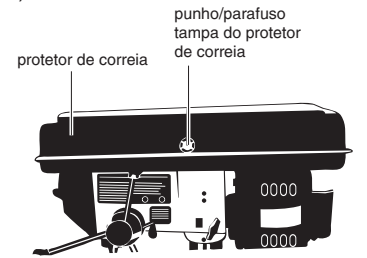

FIGURA 10
4. Utilize uma chave de fenda tipo Phillips para apertar devidamente o parafuso e o punho (Figura 10).